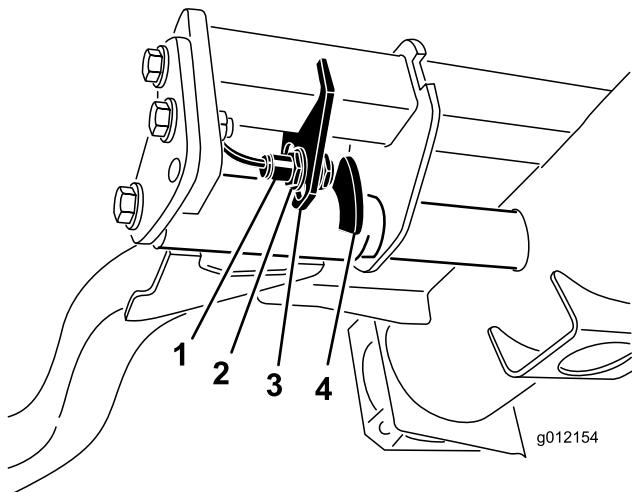

図 44
2. 昇降アームのスイッチは、油圧のメインタンクの下にある右前昇降アームの後ろ側に装着されている（図 44）。
3. スイッチの取り付けネジ（図 44）をゆるめ、スイッチの位置を下げる（昇降アームの旋回高さが長くなり）、上げる（昇降アームの旋回高さが短くなる）取り付けボルトを締め付ける。